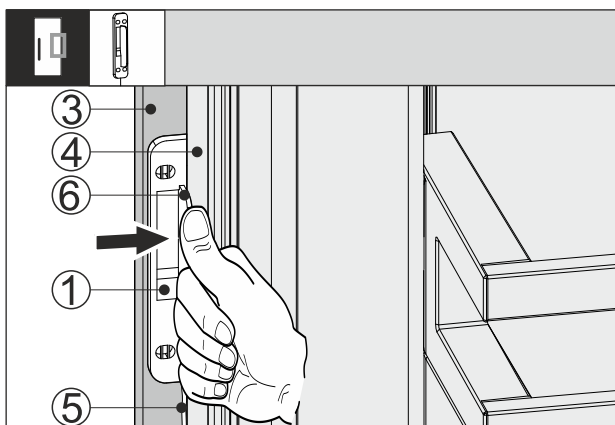

Fig. 66
- ▶ Empujar el sensor de golpes Fig. 66 (1) entre el frente de mueble Fig. 66 (3) y la puerta del electrodoméstico Fig. 66 (4) de forma que el cable Fig. 66 (5) quede ligeramente tensado. El tope Fig. 66 (6) del sensor de golpes se encuentra en la puerta del electrodoméstico Fig. 66 (4).
- ▶ Presionar el sensor de golpes Fig. 66 (1) en el frente de mueble Fig. 66 (3).
- ▷ El sensor de golpes Fig. 66 (1) está fijado. La fijación del sensor de golpes optimiza la transmisión de la señal de golpes.
La fijación permanente del sensor de golpes Fig. 66 (1) aumenta la vida útil.
- ▶ Atornillar el sensor de golpes Fig. 66 (1) al frente de mueble Fig. 66 (3) utilizando los tornillos suministrados.